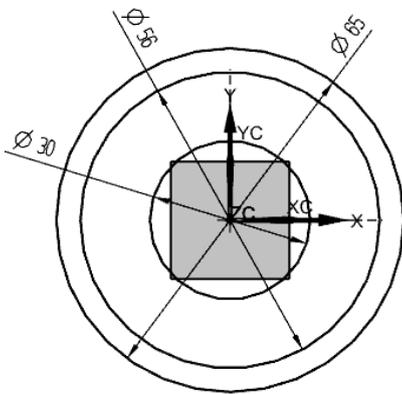

图 2-44 绘制 $\phi 65$ 、 $\phi 56$ 和 $\phi 30$ 圆
- (1) 选择“圆”命令，绘制一个 $\phi 65$ 圆，约束圆心在坐标系原点。
- (2) 选择“圆”命令，分别绘制 $\phi 56$ 、 $\phi 30$ 圆，约束三个圆同心，如图 2-44 所示。